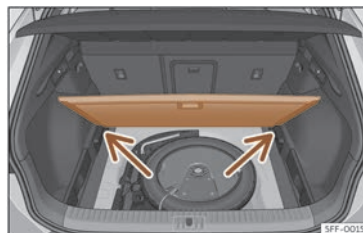

Abb. 190 Variabler Gepäckraumboden: geneigte Stellung.
- Legen Sie den Gepäckraumboden auf die dafür vorgesehenen Aufnahmen >>> (Abb. 190) (Pfeile).